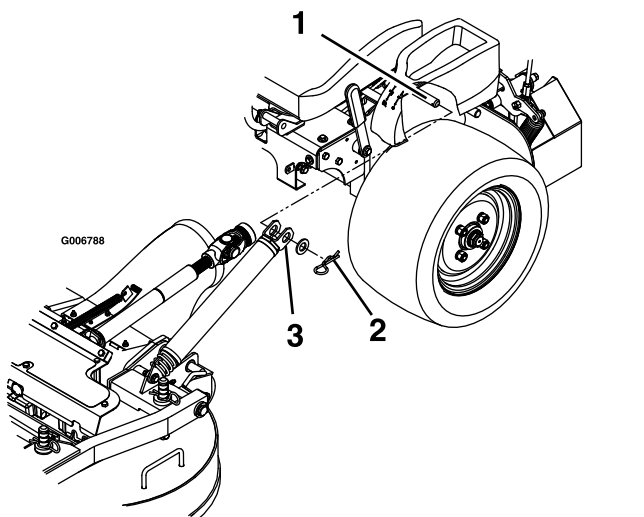

Figura 67
3. Retire los pasadores de horquilla y las arandelas de la parte superior del muelle de elevación asistida en cada lado de la máquina (Figura 67).
8. Instale los muelles en las clavijas de anclaje situadas debajo de las consolas derecha e izquierda y sujételos con una arandela y un pasador de horquilla (Figura 67).